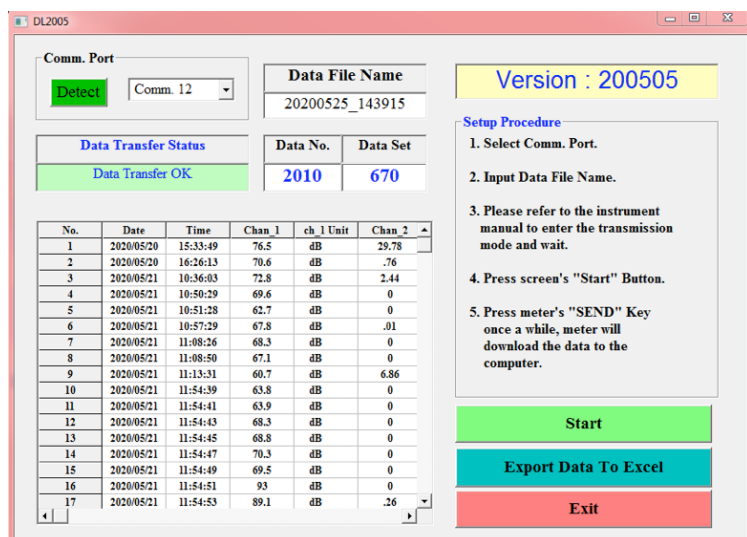

Figure 4
9. Cliquez sur "OK" pour fermer la boîte de confirmation et voir les données téléchargées comme illustré par la figure 4.